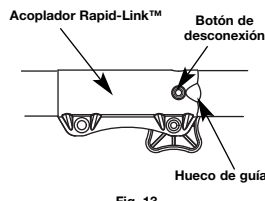

Fig. 13
1. Gire la perilla en sentido antihorario para aflojarla (Fig. 13).
2. Opima y sostenga el botón de desconexión (Fig. 13).
NOTA: La alineación del botón de desconexión con el hueco de guía facilitará la instalación (Fig. 13).